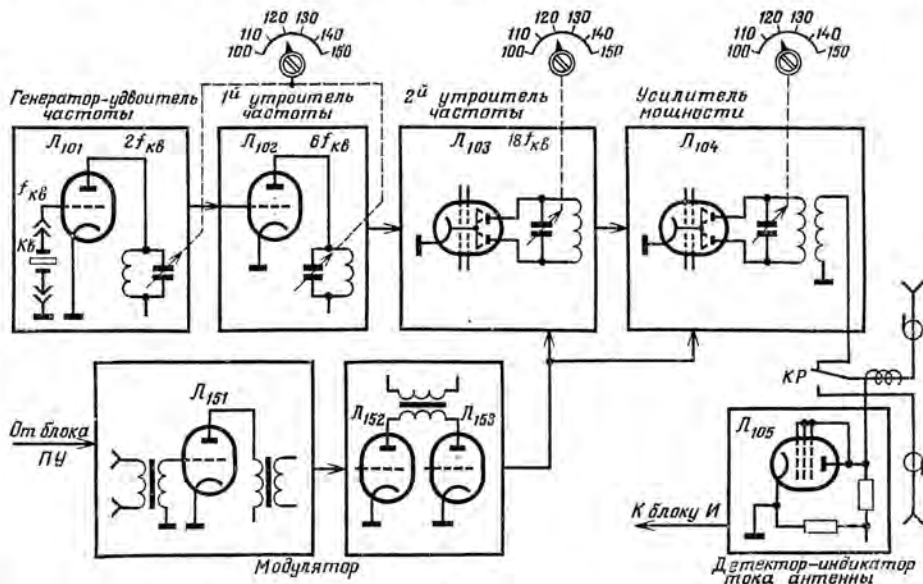

Рис. 1
**Передатчик** радиостанции Р-609 содержит четырехкаскадный усилитель ВЧ с восемнадцатикратным умножением частоты задающего генератора, усилитель мощности и модулятор. Блок-схема передатчика изображена на рис. 1.